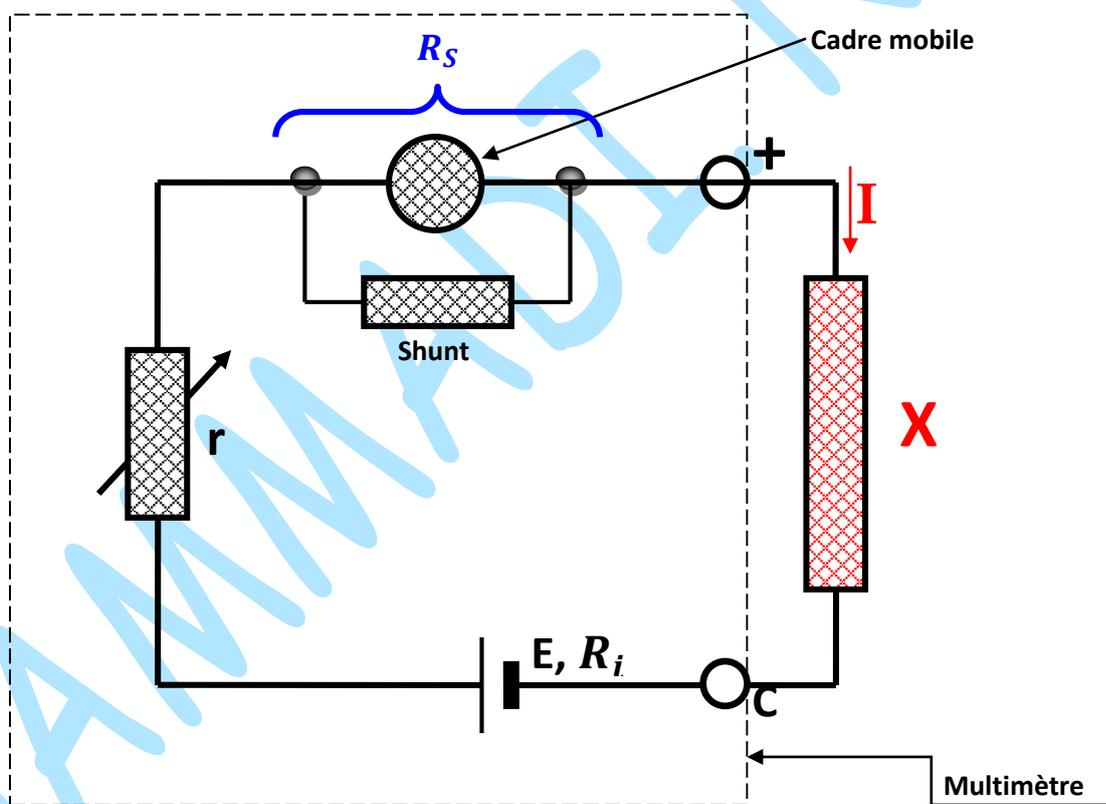

Figure 1 : Principe de la fonction ohmmètre d'un multimètre à déviation.
- a) Une pile intérieure (de f. é. m. E et de résistance interne R_i) alimente le circuit (**figure 1**) constitué par :
On considère, à titre d'exemple, l'appareil représenté dans la **figure 1** ; pour mesurer une résistance inconnue X , il suffit de :